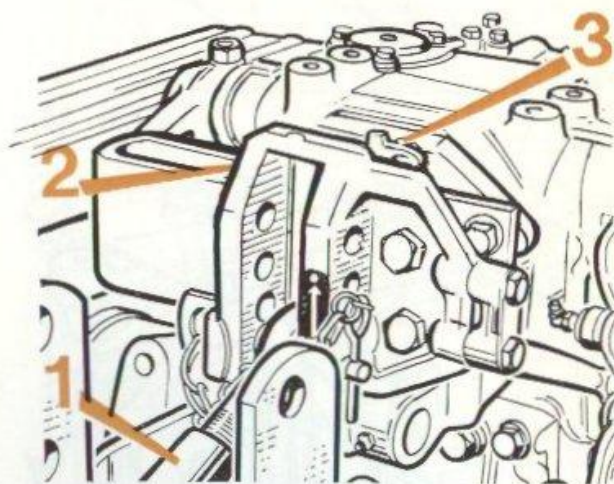

FIG. 42
Le bras de poussée (1) fig. 42 est broché dans le trou inférieur du support mobile (2) et le coin (3) est engagé entre le support mobile et la butée du bloc de relevage. Cette précaution est également à respecter pour le transport sur route qui doit s'effectuer **obligatoirement en position contrôlée**.